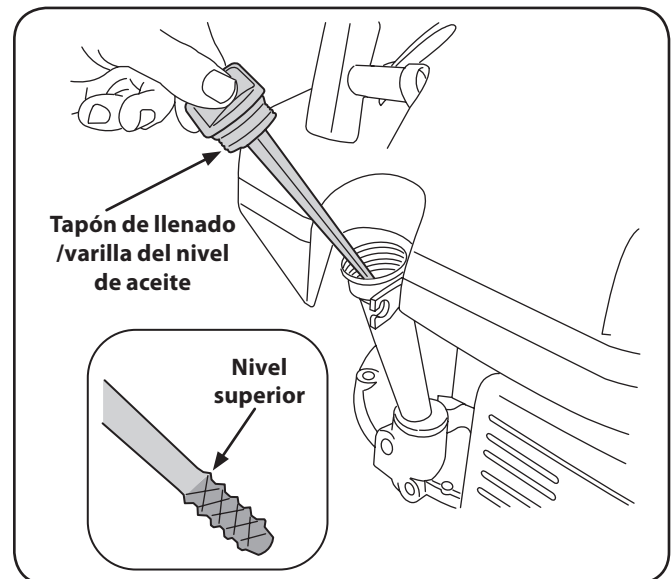

Figura 3-2
1. Retire el tapón de llenado de aceite/la varilla de medición y limpie la varilla de medición de aceite. Vea la Figura 3-2.
- Saque el tapón / la varilla de medición de aceite. Si el nivel es bajo, agregue lentamente aceite hasta que el nivel registrado esté en un punto intermedio entre alto y bajo, Figura 3-2.
- Si el nivel está bajo, agregue aceite lentamente hasta el límite superior de la varilla de medición. Vea el recuadro de la Figura 3-2.